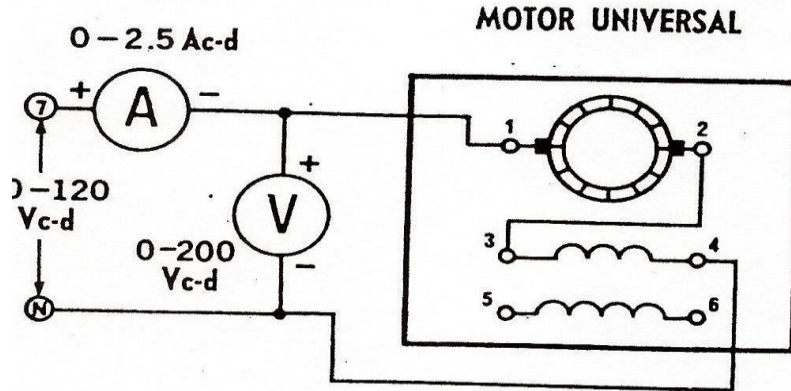

Figura 8
26. Conecte el circuito para que opere en c-d, como se ilustra en la figura 8.
30. a) Vuelva a conectar el circuito para que opere en c-d, como se indica en la figura 8.